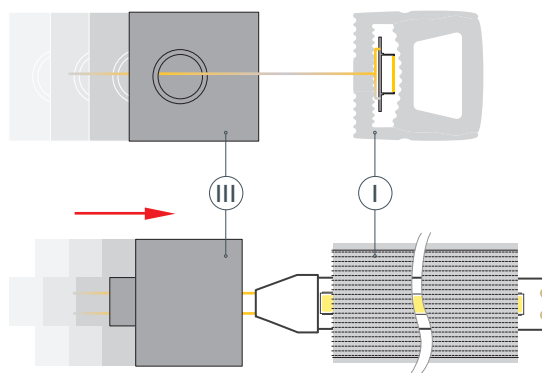

Рис. 2. Протяжка кабелей светодиодной ленты (IV) через отверстие в заглушке (III), вид сверху
- 3 / Проденьте кабели питания светодиодной ленты (IV) через отверстие в заглушке (III), как показано на рис. 2.